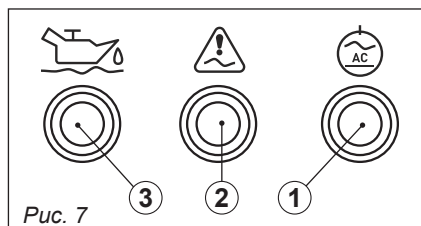

Рис. 7
Индикатор низкого уровня масла (поз. ①, рис. 7)
Индикатор перегрузки (поз. ②, рис. 7)
Индикатор сети (поз. ③, рис. 7)